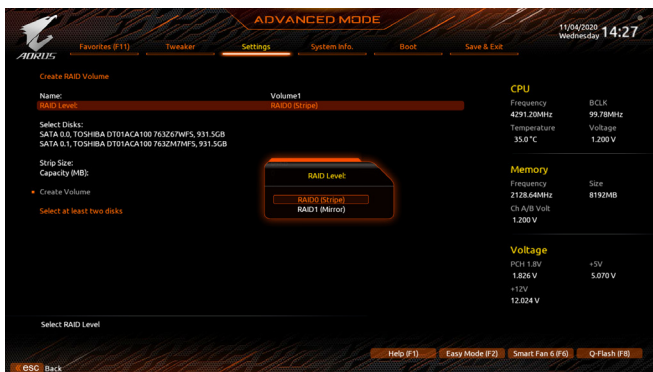

図 3
Intel(R) Rapid Storage Technology メニューにおいて、**Create RAID Volume** で <Enter> を押して **Create RAID Volume** 画面に入ります。Nameの項目の下に1~16文字(特殊文字は使用できません)のボリューム名を入力し、<Enter>を押します。次に、RAID レベルを選択します (図 3)。サポートされる RAID レベルには RAID 0、RAID 1、RAID 10、と RAID 5 が含まれています (使用可能な選択は取り付けられているハードドライブの数によって異なります)。次に、下矢印キーを用いて **Select Disks** に移動します。